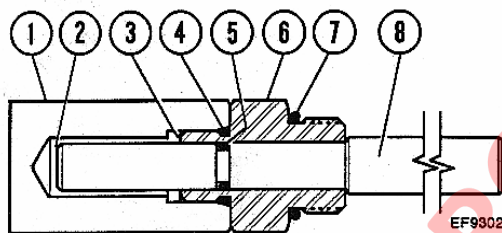

FIGURA 5-2. INDICADOR DE DESGASTE DE FRENO
Se debe revisar el desgaste del disco de freno cada 1000 horas, utilizando la herramienta indicadora de desgaste (EF9302), incluida en el grupo de herramientas embarcadas con el camión. Consulte la Figura 5-2.
- a. Saque la cubierta (1, Figura 5-2) del indicador de desgaste.
- b. Empuje el pasador (8) hasta que se detenga contra el pistón del freno.
- c. Mida la distancia desde la cara del extremo del pasador del indicador (2) hasta la cara de la caja (3).
- ☐ Si la cara del extremo del pasador (2) está al mismo nivel de la cara de la caja (3) o más abajo, es señal de que el paquete del disco está desgastado más allá de los límites de seguridad. Se debe programar la reconstrucción de los frenos.
- ☐ Si la cara del extremo del pasador (2) se extiende sobre la cara de la caja (3), el desgaste del disco de freno está dentro de los límites aceptables.
7. Tire el pasador (8) hasta que se detenga en la caja de la herramienta (6) y monte la cubierta (1).
**NOTA:** Si se observan fugas alrededor de la herramienta indicadora de desgaste del disco de freno, cambie los anillos de goma (4, 5 y 7, Figura 5-2).